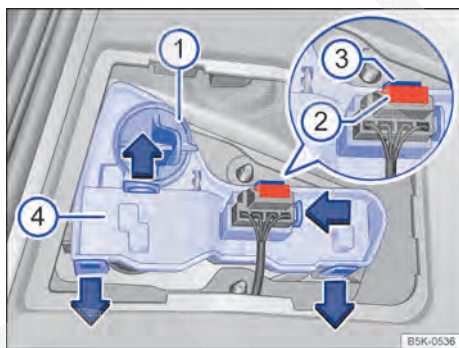

Fig. 202 Na tampa do compartimento de bagagem: remover o suporte da lâmpada.
4. Girar o suporte da lâmpada → Fig. 202  até o batente no sentido anti-horário e retirar junto com a lâmpada incandescente para trás, puxando para trás.